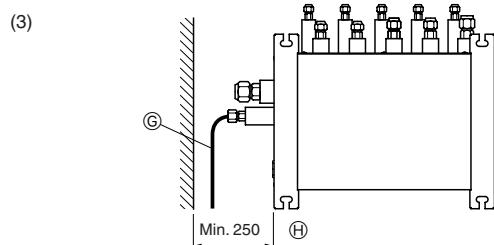

Fig. 4-7
#### (3) Bovenanzicht (Fig. 4-7)